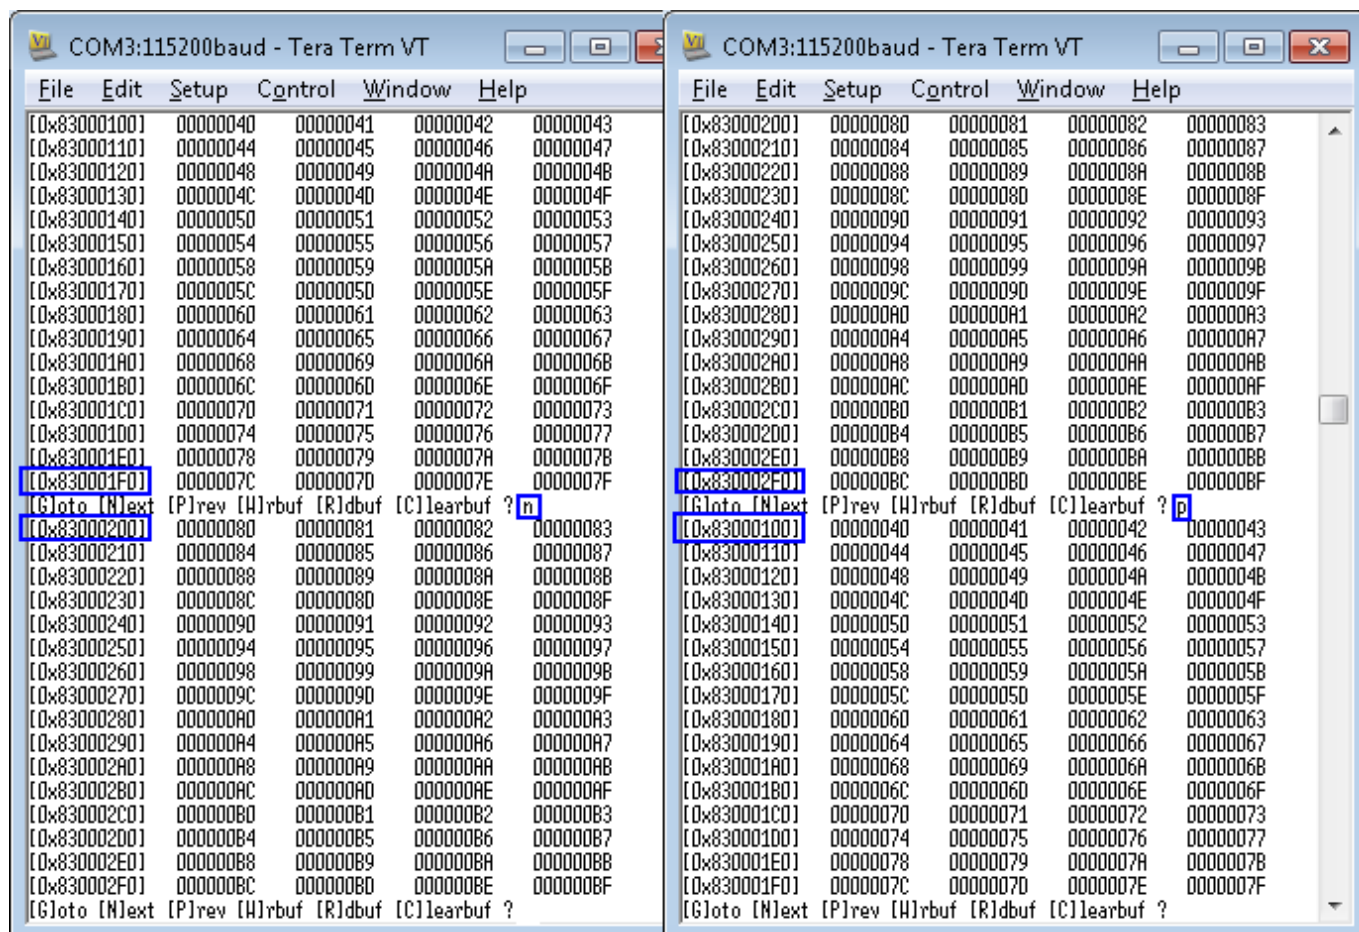

図 3-11: ‘N’ext / ‘P’revious”サブ・メニューの表示画面
- ‘N’ (Next) : このサブ・メニューにより図 3-11 左画面に示すように、次の 256 バイト・データを表示します。
- ‘P’ (Previous) : このサブ・メニューにより図 3-11 右画面に示すように、前の 256 バイト・データを表示します。